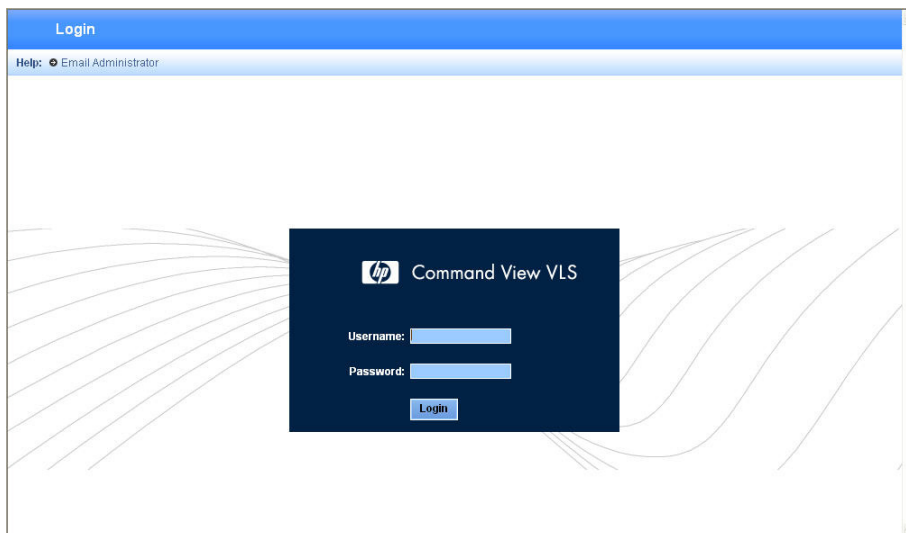

図 33. Command View VLSログイン ウィンドウ
4. administratorまたはuserを[Username]入力ボックスに入力します (図 33)。ユーザー名では大文字と小文字が区別されます。
5. 入力したユーザー名に対応したパスワードを[Password]入力ボックスに入力します (図 33)。
4. administratorまたはuserを**[Username]**入力ボックスに入力します (図 33)。ユーザー名では大文字と小文字が区別されます。
5. 入力したユーザー名に対応したパスワードを**[Password]**入力ボックスに入力します (図 33)。